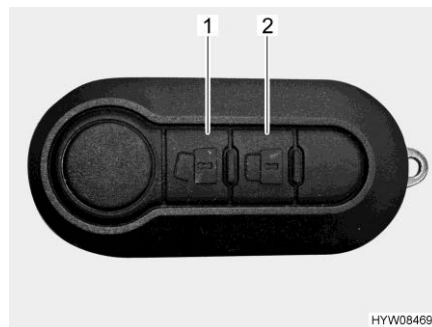

Bild 33 Fernbedienung Zentralverriegelung (2 Tasten)
- Türen entriegeln: ■ Taste  (Bild 33,1) einmal kurz drücken. Die Türschlösser sind entriegelt.
- Türen verriegeln: ■ Taste  (Bild 33,2) einmal kurz drücken. Die Türschlösser sind verriegelt.